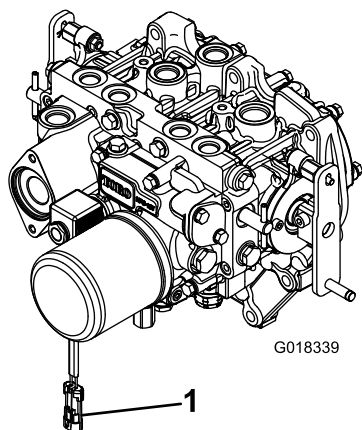

Figure 4
2. Pour éviter tout engagement accidentel de l'embrayage de PDF, débrancher le connecteur du faisceau de câblage du connecteur de la bobine d'électrovanne de PDF (Figure 4).
8. Après avoir accouplé l'autre extrémité de l'arbre d'entraînement à l'arbre de réducteur de l'accessoire, branchez le connecteur du faisceau de câblage au connecteur de la bobine d'électrovanne de PDF (Figure 4).